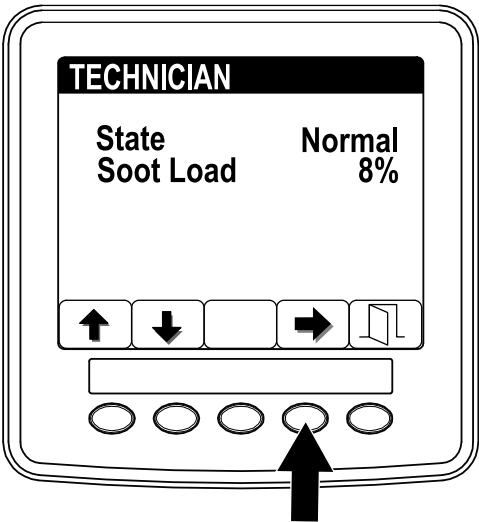

Рисунок 37
- Используйте рабочую таблицу по фильтру DPF, чтобы понять текущее состояние работы DPF (Рисунок 37).